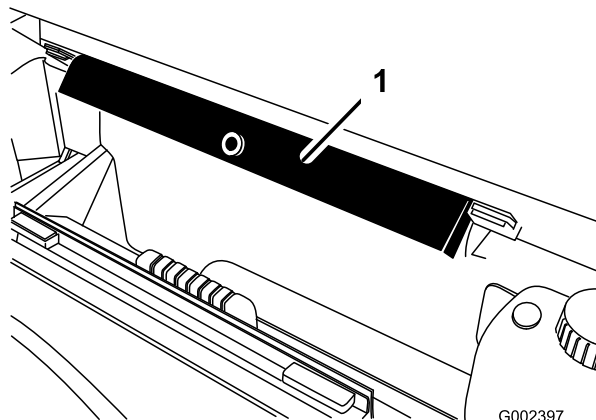

Bild 97
8. Nehmen Sie die Ladepritschenstütze aus den Einlagerungshalterungen hinten an der Überrollschutzplatte (Bild 97).